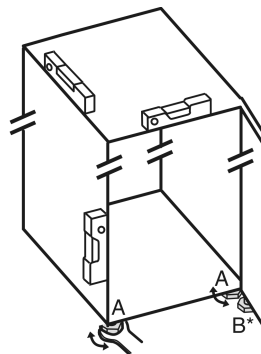

Fig. 4
- ▶ Az állítható lábakat Fig. 4 (A) a mellékelt villáskulccsal és egy vízmerce segítségével csavarja ki addig, amíg a készülék szilárdan és egyenesen be nincs igazítva.
- ▶ A csapágybak állítható lábát Fig. 4 (B) a mellékelt villáskulccsal csavarja ki úgy, hogy a padlón feküdjön.
- ▶ Az állítható lábat Fig. 4 (B) forgassa tovább 90°-kal.